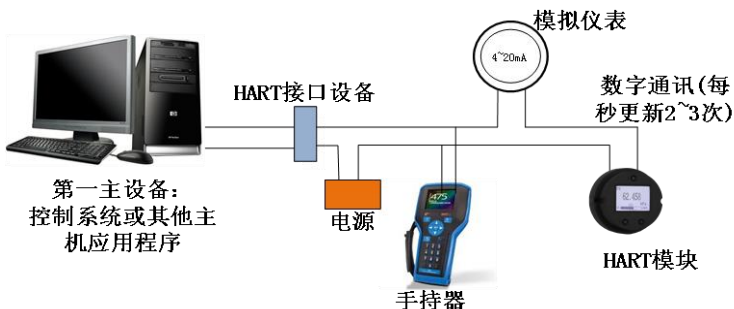

图 8 (4~20) mA 兼容模式
● 4~20mA 兼容模式（如图 8 所示）
- 4) 接线方式参考图 8；